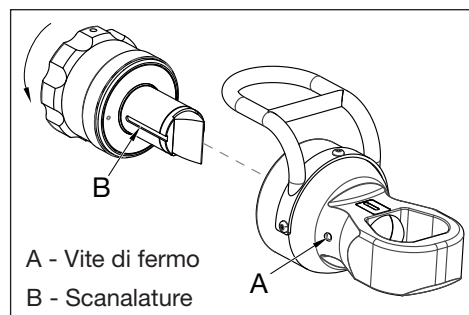

Figura 2: Assemblaggio del cilindro e della testa di taglio
2. Allentare la vite di fermo (Figura 2, elemento A) sul corpo della testa di taglio.
3. Inserire il cilindro nella testa, allineando la scanalatura del supporto della lama (Figura 2, elemento B) con la vite di fermo (Figura 2, elemento A) nel foro della testa di taglio. Una volta allineato, ruotare il cilindro nella direzione mostrata per innestare i filetti delle viti.